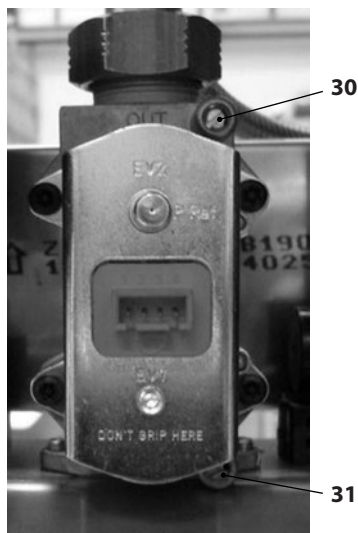

Figura 7.1
A caldaia spenta (fuori servizio), controllare la pressione di alimentazione utilizzando la presa 31 in Figura 7.1 e confrontare il valore letto con quelli riportati nella tabella Pressioni di alimentazione gas nella sezione "Dati tecnici M296B.24SV/D" a pag. 24 e "Dati tecnici M296B.28SV/D" a pag. 28.
- Richiudere bene la presa di pressione 31 in Figura 7.1.
- Aprire la presa di pressione 30 in Figura 7.1 e collegare un manometro.